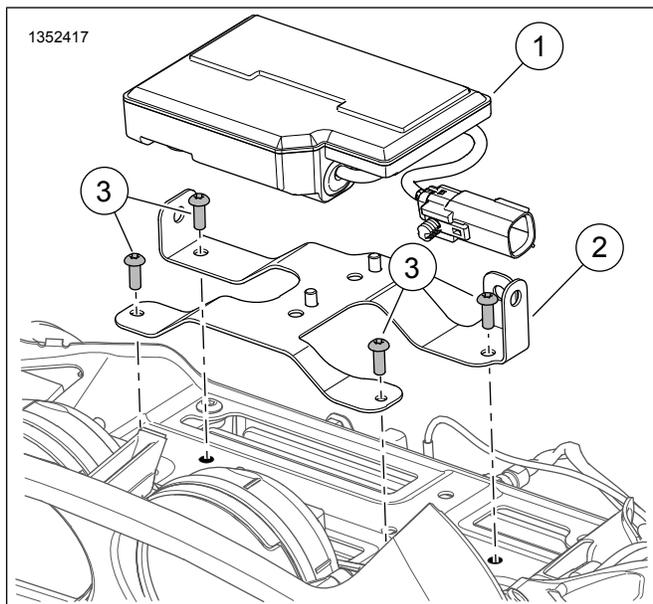
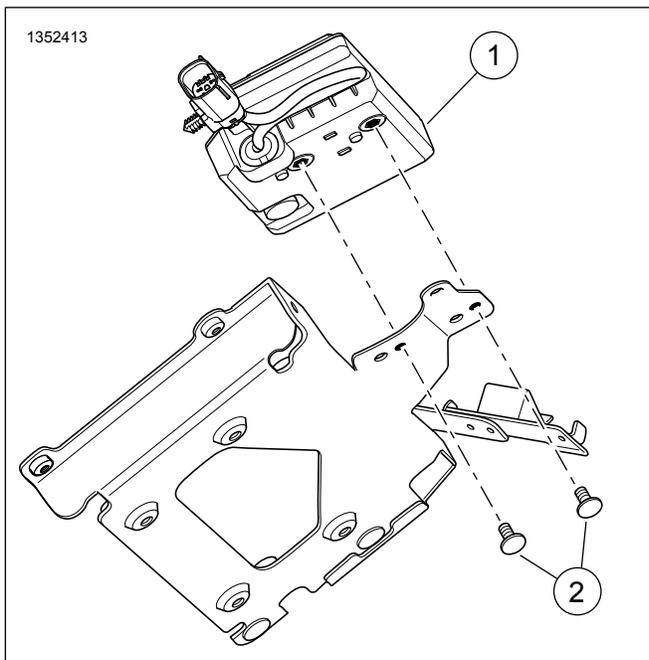

Figura 4. Pieza de soporte de la TCU
Figura 5. Tornillo de la TCU
10. Consulte la Figura 4. Retirar la pieza de soporte actual de la TCU (2), si la hay.
- a. Retirar los cuatro tornillos (3). Conserve los tornillos para usarlos más tarde.
11. Consulte la Figura 5. Posicionar e instalar TCU en la pieza de soporte con dos tornillos. Apretar.